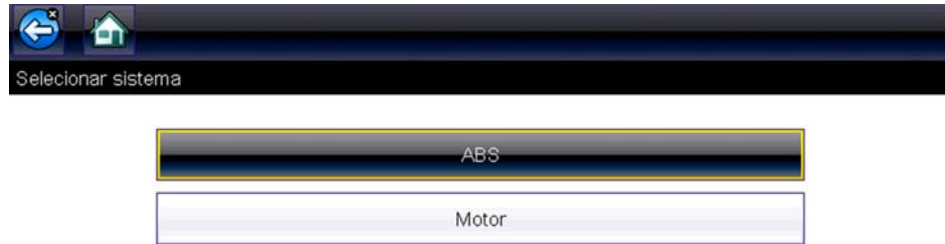

Figura 7-4 Menu de sistemas disponíveis
- b. **Cancelar** para retornar à tela anterior.Uma lista de sistemas disponíveis para teste é exibida (Figura 7-4).